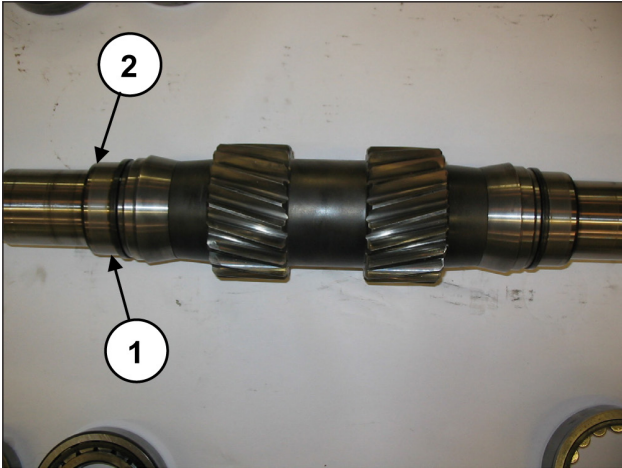

Fig. 34
Dégager les pistes intérieures des coussinets de l'arbre PTO (rep. ①, Fig. 34) et les deux entretoises du coussinet intérieur (rep. ②, Fig. 34).